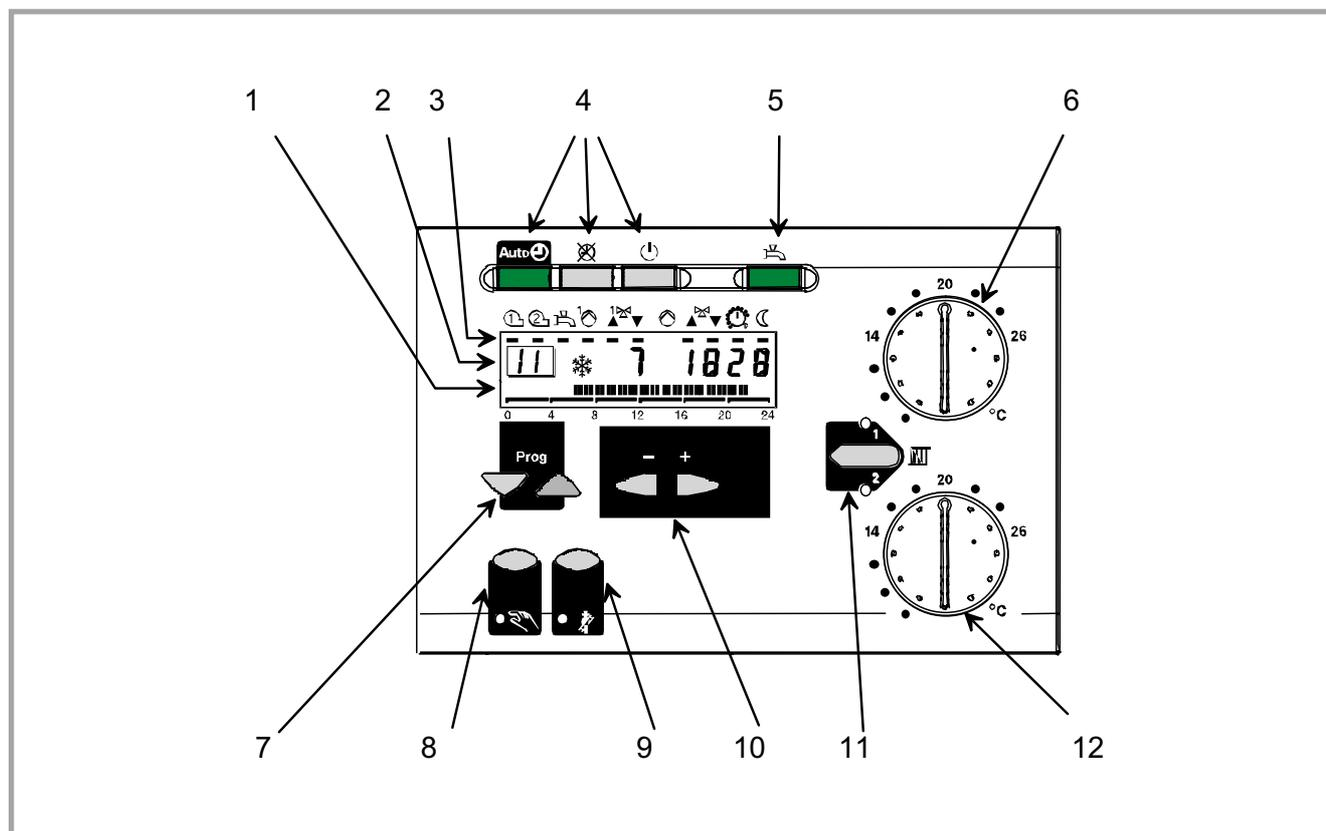

Fig. 35 - Touches de fonction du régulateur
Repères fig. 35	Fonction des touches du régulateur
-  Fonctionnement automatique, tel que réglé sur le régulateur (rep. 6 et 12, fig. 35).